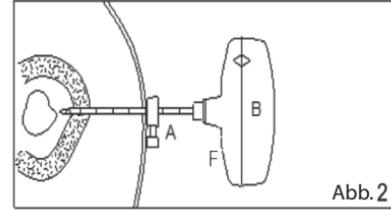

Abb. 2
- ABB. 2** Schieben Sie die Tiefenlehre so weit vor, bis Kontakt mit der Haut besteht, ziehen Sie sie dann um die gewünschte Tiefe zurück, indem Sie sich an den Zentimetermarkierungen auf der Schneidekanüle (A) orientieren, die als visuelle Hilfestellung dienen, und ziehen Sie sie fest.